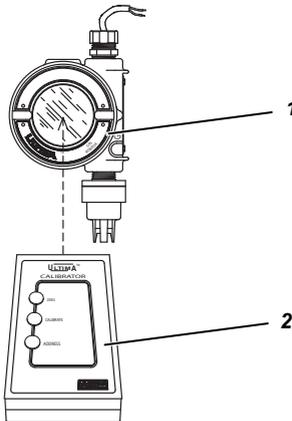

Fig. 2 Calibrator - Fonctionnement
2. Pour modifier une fonction sur le détecteur de gaz ULTIMA/ULTIMA X® dirigez la partie supérieure du Controllor directement vers la face claire de la cellule (→ Fig. 2) et appuyez sur la séquence souhaitée des touches du détecteur. Le Controllor doit être dirigé vers la cellule lorsque la touche finale de la séquence est enfoncée.